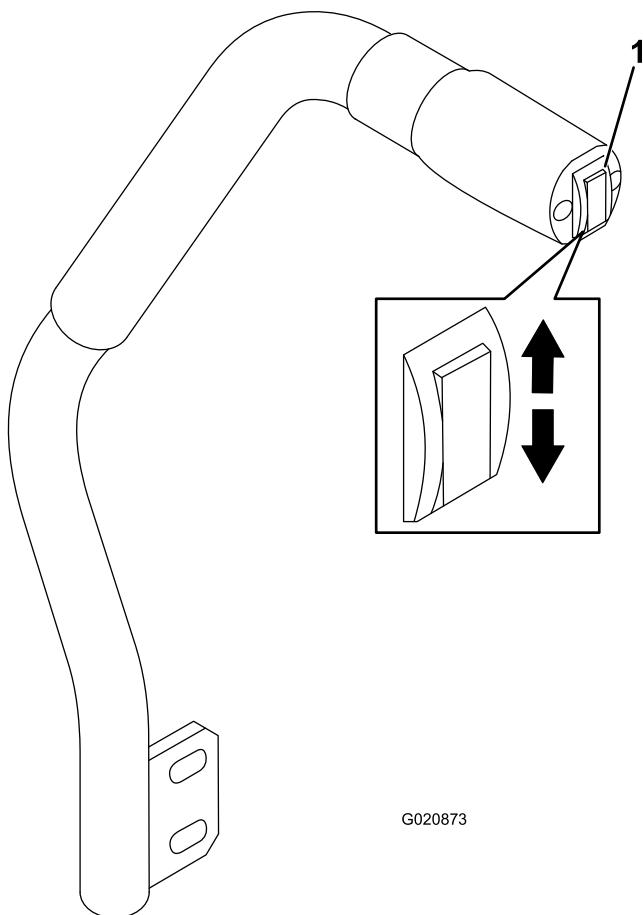

Figura 22
El interruptor de elevación de la carcasa eleva y baja la unidad de corte (Figura 22). El motor debe estar en marcha para poder utilizar esta palanca.
- Para bajar la unidad de corte, presione hacia abajo el interruptor de elevación de la carcasa (Figura 22).
- Para elevar la carcasa, presione hacia arriba el interruptor de elevación de la carcasa (Figura 22).
1. Con el motor en marcha, presione hacia arriba el interruptor de elevación de la carcasa hasta que la unidad de corte esté elevada del todo y **suelte el interruptor inmediatamente** (Figura 22).